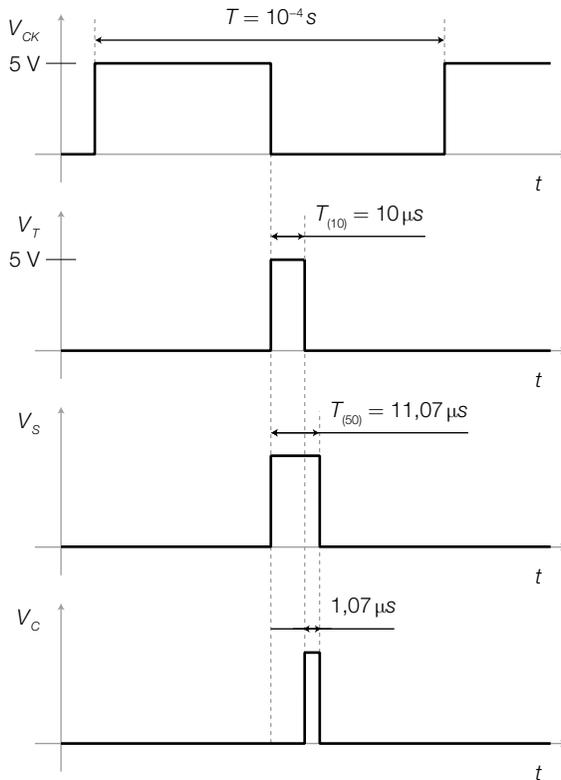

FIGURA 6 Andamento dei segnali all'uscita dei blocchi 1, 2, 3, 4, nel caso di umidità relativa pari al 50%.
- e) La FIGURA 6 rappresenta l'andamento dei segnali all'uscita dei blocchi 1, 2, 3, 4, in corrispondenza di un valore di umidità relativa pari al 50%: V_{CK} (blocco 1), V_T (blocco 2), V_S (blocco 3), V_C (blocco 4). Il segnale V_C è ricavato tenendo conto che l'uscita dello XOR è alta quando i segnali d'ingresso hanno valori differenti; in questo modo la durata degli impulsi in uscita sarà pari alla differenza delle durate degli impulsi di ingresso. Per valori diversi di umidità la durata degli impulsi di V_S e V_C sarà differente, come calcolato.